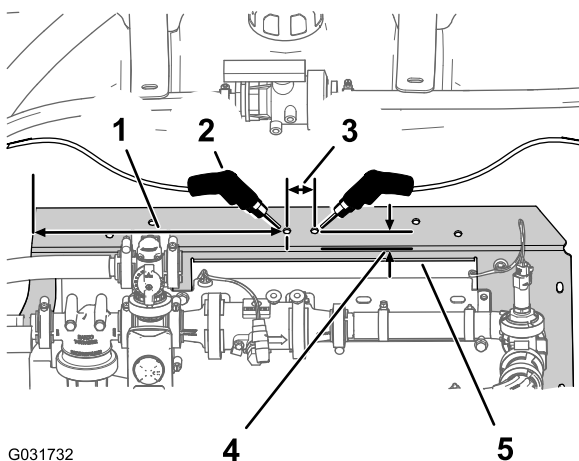

図 228
1. マニホルドマウントの左上エッジ部から右方向に 381mm を測って鉛筆でマーキングする 図 228。
2. マニホルドマウントの後部エッジ部から前方向に 19mm を測って鉛筆でマーキングする 図 228。
4. ポンチマークから右に 32mm を測って鉛筆でマーキングする 図 228。
5. マニホルドマウントの後部エッジ部から前方向に 19mm を測って鉛筆でマーキングする 図 228。
7. 各ポンチマークに、ドリルで直径 8mm の穴を開ける 図 228。